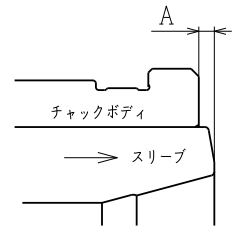

図1
1. 機械側回転シリンダーを把握側にした時のスリーブ突出量（図1：A寸法）が、表1の数値に満たない場合、ワークの把握力が不十分で、回転中であればワークが外れて作業人や、近くにいる人に致命的な傷害を負わせる恐れがあります。